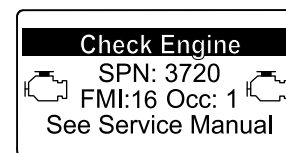

Figure 97
- Si le code d'anomalie moteur SPN 3251 FMI 0, SPN 3720 FMI 0 ou SPN 3720 FMI 16 s'affiche sur l'InfoCenter (Figure 97), nettoyez le filtre à suie en procédant comme suit :